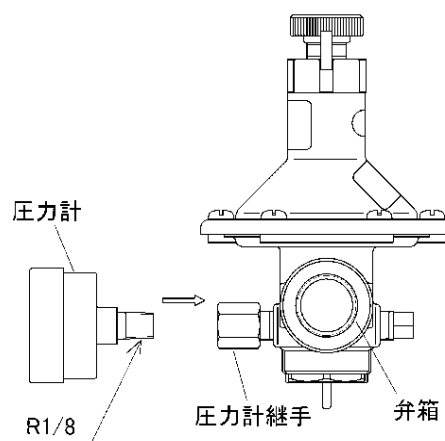

図9
- 1) 製品内の圧力がゼロ(無圧)の状態にて、圧力計継手に圧力計(R1/8 管用テーパねじのもの)を取り付けます(図9)。